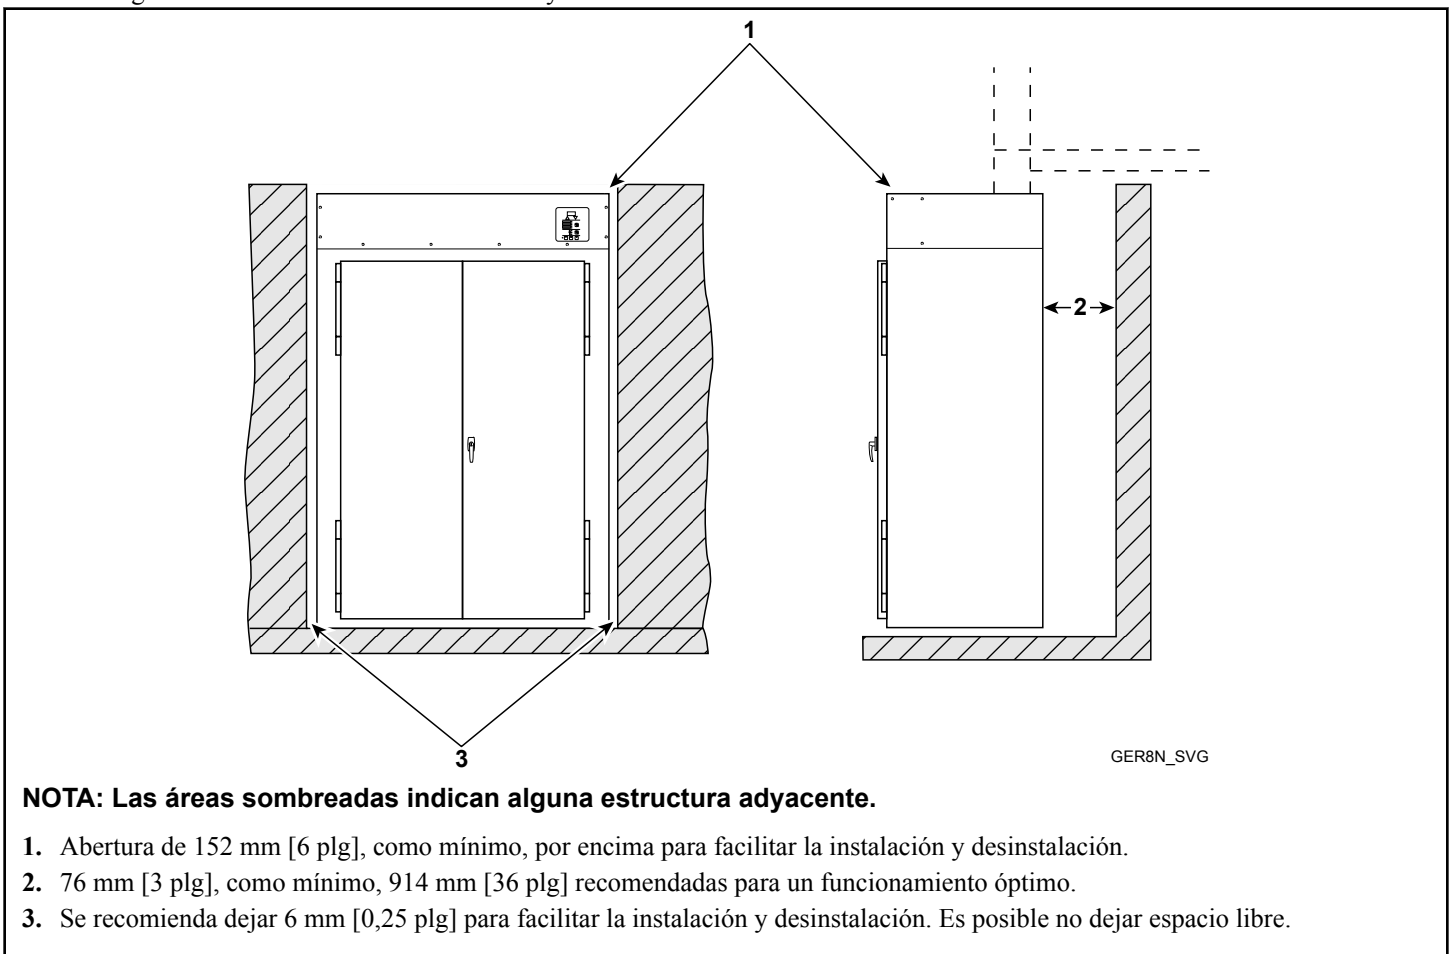

Figura 1
En la *Figura 1* se muestra el envoltorio típico de un armario de secado. Tenga en cuenta las dimensiones mínimas y máximas.
**IMPORTANTE:** Asegúrese de que alrededor del armario de secado haya espacio libre suficiente como para permitir el funcionamiento del equipo y para darle mantenimiento. Consulte la *Figura 1*.